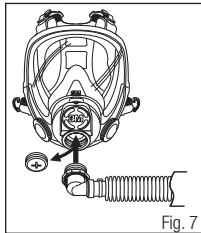

Fig. 7
5. Rosqueie o adaptador da traquéia GVP-123 na porta central do adaptador 6884 (Fig. 7).